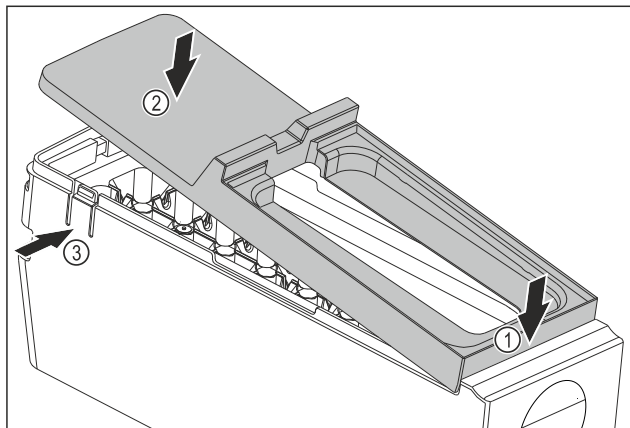

Fig. 247
- Abdeckung des EasyTwist-Ice-Korpus montieren: Abdeckung vorne ansetzen. Fig. 247 (1)
- Abdeckung hinten absenken. Fig. 247 (2)
- Abdeckung rastet hörbar in beiden Laschen Fig. 247 (3) ein.